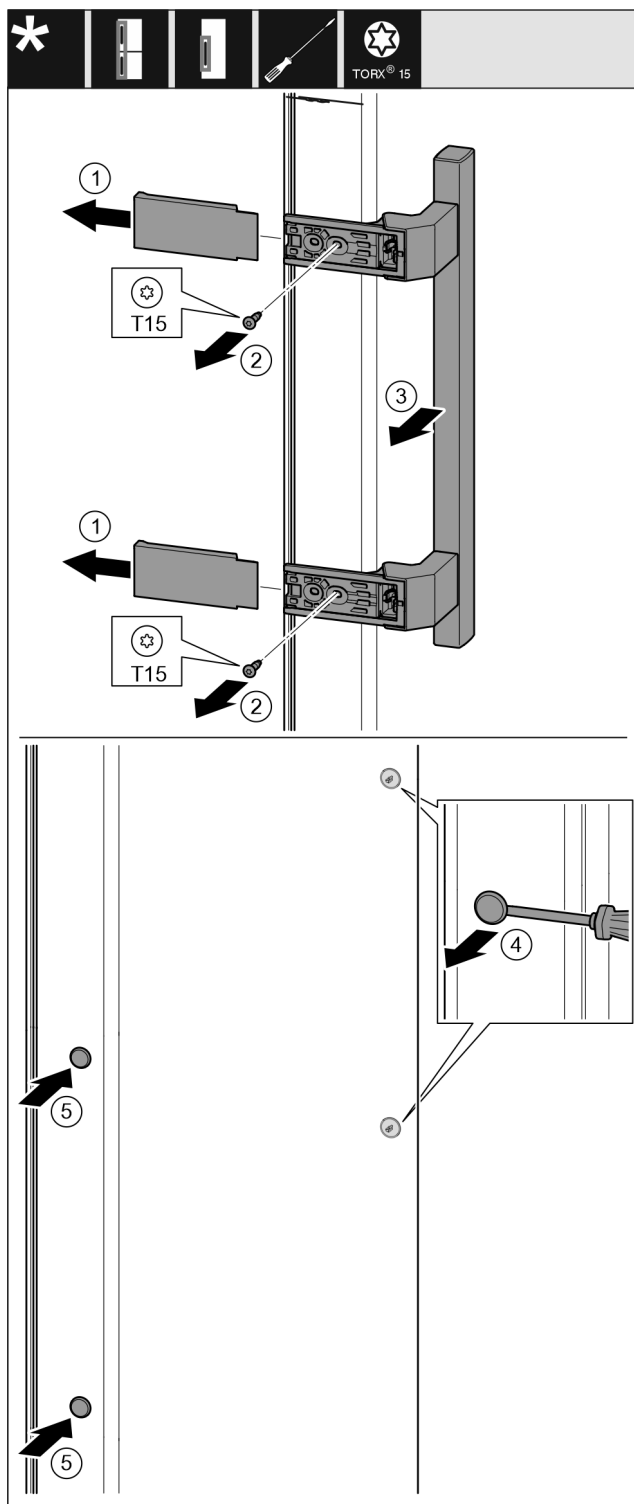

Fig. 17
- ▶ Tag afdækningen af. Fig. 17 (1)
- ▶ Skru skruerne ud med skruetrækkeren T15. Fig. 17 (2)
- ▶ Tag grebet af. Fig. 17 (3)
- ▶ Løft forsigtigt propperne i siden op med en flad skruetrækker, og træk dem ud. Fig. 17 (4)
- ▶ Sæt propperne igen i den anden side. Fig. 17 (5)